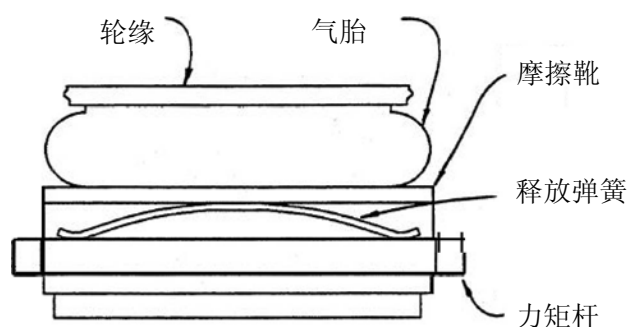

图 15
4.7.5 在侧板上的每个配合孔内安放一根力矩杆。将摩擦片组件滑上力矩杆，并小心地将释放弹簧（51VC1600、60VC1600 和 66VC1600 离合器在每个腔中都有两个释放弹簧）敲入正确位置。要确保弹簧靠在与摩擦片相对的力矩杆上。而且，弹簧必须与力矩杆两点接触而不是一点接触。见图 15。